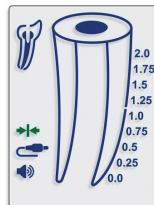

Fig. 3
- 5.3.1. Conecte o cabo de medição ao dispositivo. Conecte o clipe de lima e o clipe de lábio ao cabo de medição. Toque o contato do clipe de lima no clipe de lábio. O ícone "Connection" ➡➡ deve aparecer na tela, indicando a conexão adequada (Fig. 3).